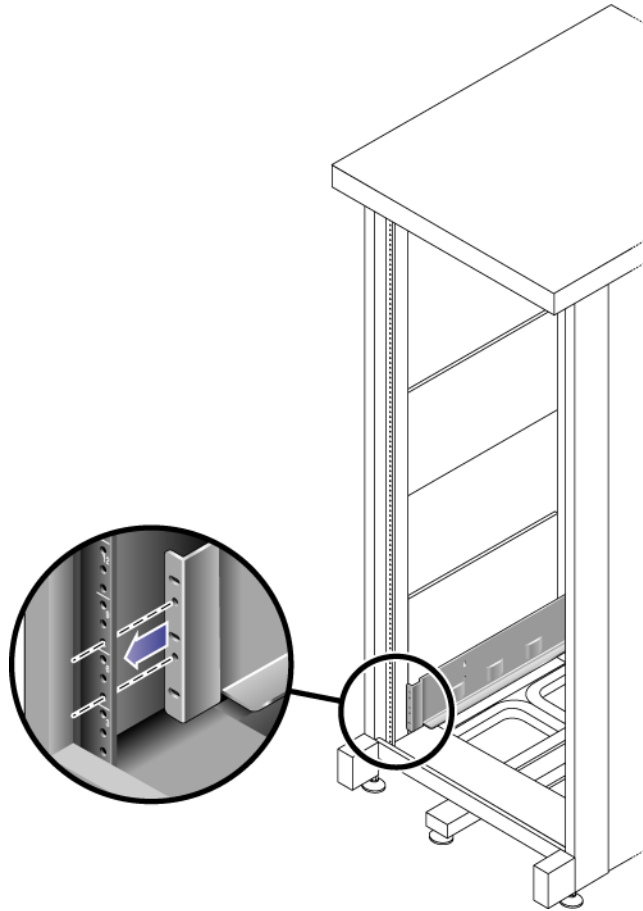

FIGURA 2-2 Colocación del frontal de la guía izquierda detrás de la guía frontal izquierda del armario
1. Colocación del frontal de la guía izquierda detrás de la guía frontal izquierda del armario (FIGURA 2-2).